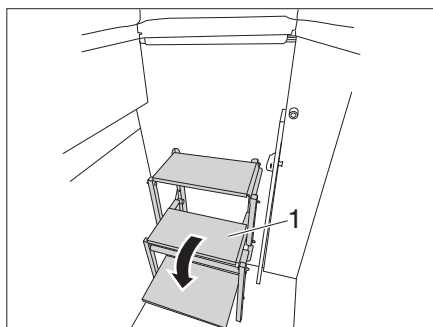

Bild 56 Fälla ut stegen
- Fäll ut stegen (Bild 56,1).
- Fäll in stegen (Bild 56,1).